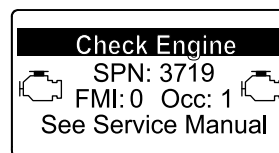

Рисунок 58
- Предупреждение о двигателе SPN 3719, FMI 0 (Рисунок 58)